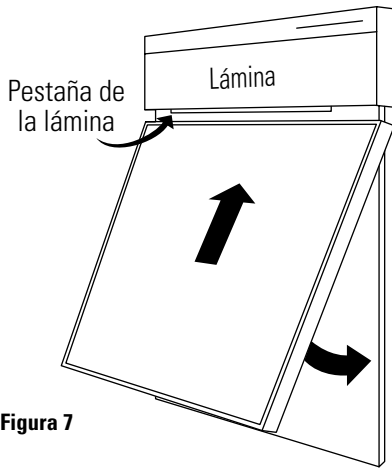

Figura 7
- Deslice el conjunto del panel dentro de la pestaña de la lámina (Figura 7).